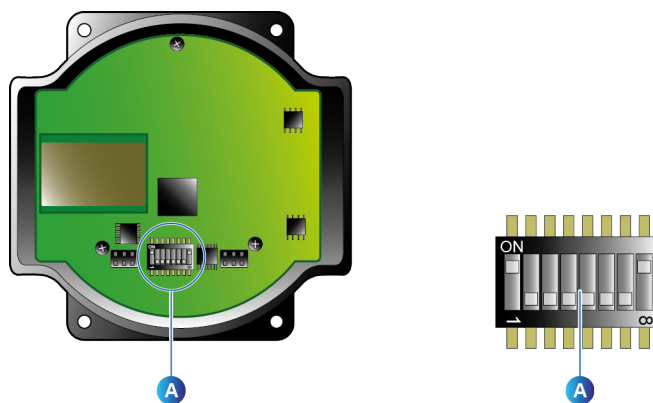

图 49: 主接收器上的拨码开关配置
- 打开主接收器的盖子后，如下图所示设置拨码开关(图 49, A)